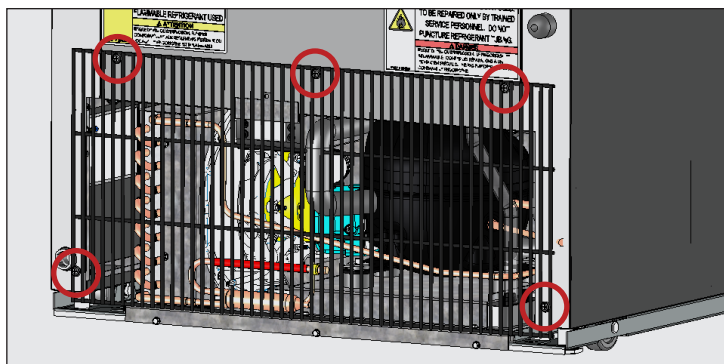

Fig. 1 Ubicazione delle viti della griglia posteriore CVM-11/13. Il vostro elettrodomestico potrebbe essere diverso.
2. Togliere la griglia posteriore. Vedere le figure 1 e 2.